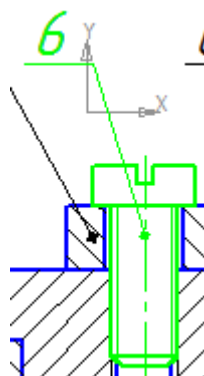

Рисунок22 – Выделение Винта и номера позиции
6. Если по каким-то причинам, вы, при вставке из библиотеки стандартного крепежного изделия, не отмечали опцию *Создать объект спецификации*, то, также выделите на всех изображениях изображение стандартного изделия например, Винта и номер позиции (Рисунок22).